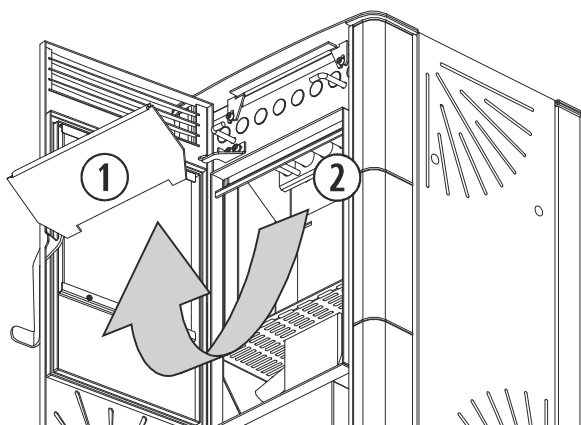
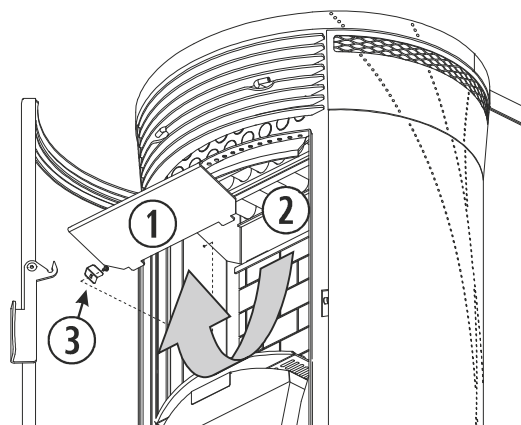

Figura 11
Figura 12
En los modelos Venus (figura 11) y Atenas (figura 12), se debe realizar una acción de limpieza a mayores sobre el intercambiador de calor (②), esta acción tendrá una frecuencia semanal. Para tener un mejor acceso al intercambiador y poder limpiarlo de forma exhaustiva, en el modelo Venus debemos empujar hacia arriba la placa superior del hogar (①), hasta desencajar las pestañas que la fijan a la placa central y tirar de ella. Al finalizar, colocamos de nuevo la placa superior asegurándonos que las patillas queden correctamente encajadas. En el modelo Atenas, la placa superior (①) se encuentra además fijada con una chapa y un tornillo (③) por cada lado, que debemos retirar, y repetir los pasos descritos para la Venus.